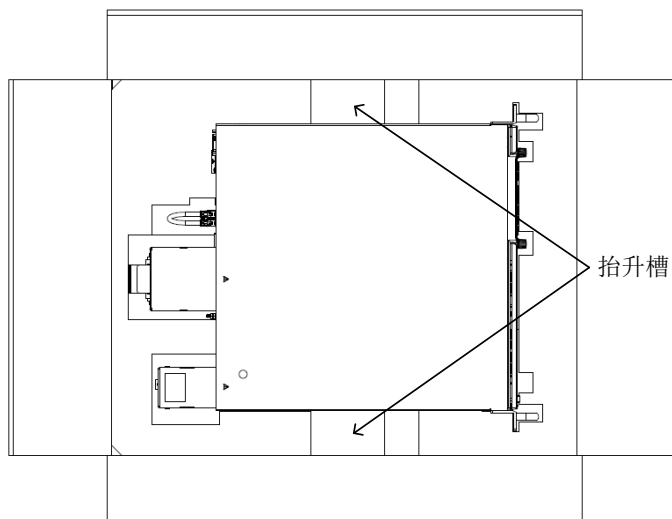

图 4-44: GSP 拆包 - 电源从包装盒中取出
3. 将手插入侧面凹槽（抬升槽），然后将电源平行于地面提起，如图 4-44 所示。请勿将电源倾斜到泡沫板上，以免损坏。使其与地面保持平行，直到其完全脱离泡沫板。